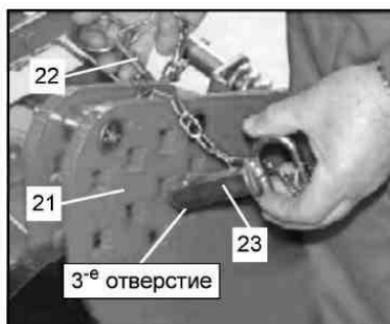

Рисунок 8.2.10 – Регулировка глубины обработки
Для задания средней глубины обработки выполните следующие операции на пластинах регулировки глубины (21) (рисунок 8.2.10), расположенных с левой и с правой сторон культиватора:
- снимите предохранительные штифты (22) с прямоугольных пальцев (23);
- извлеките прямоугольные пальцы (23) и установите их в «третье отверстие» центрального ряда отверстий на пластинах регулировки (21);
- зафиксируйте пальцы соответствующими предохранительными штифтами (22).